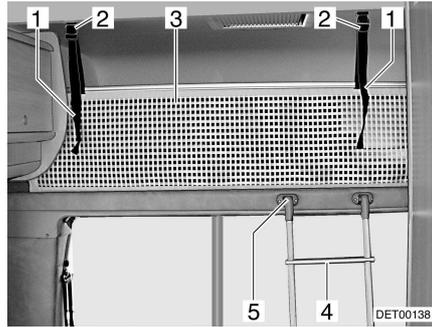

Fig. 47 Lit de capucine
Toujours monter sur le lit de capucine avec l'échelle de montée (Fig. 47,4) de série.
- Accrocher l'échelle par les longerons sur le bandeau du lit de capucine (Fig. 47,5) installé au bord du lit.
Le filet de sécurité (Fig. 47,3) de série est rangé entre le matelas et le sommier à lattes. Ne tendre le filet de sécurité qu'une fois que les personnes se trouvent dans la capucine.
- Faire s'enclencher les sangles de retenue (Fig. 47,1) dans les œillets du plafond (Fig. 47,2).